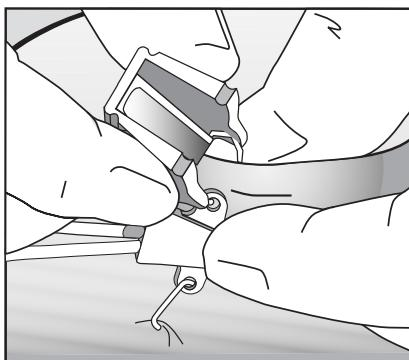

Figura 1
2. Passe o ponto do agrafa através do orifício do eixo de sutura do cateter (consulte a Figura 1).